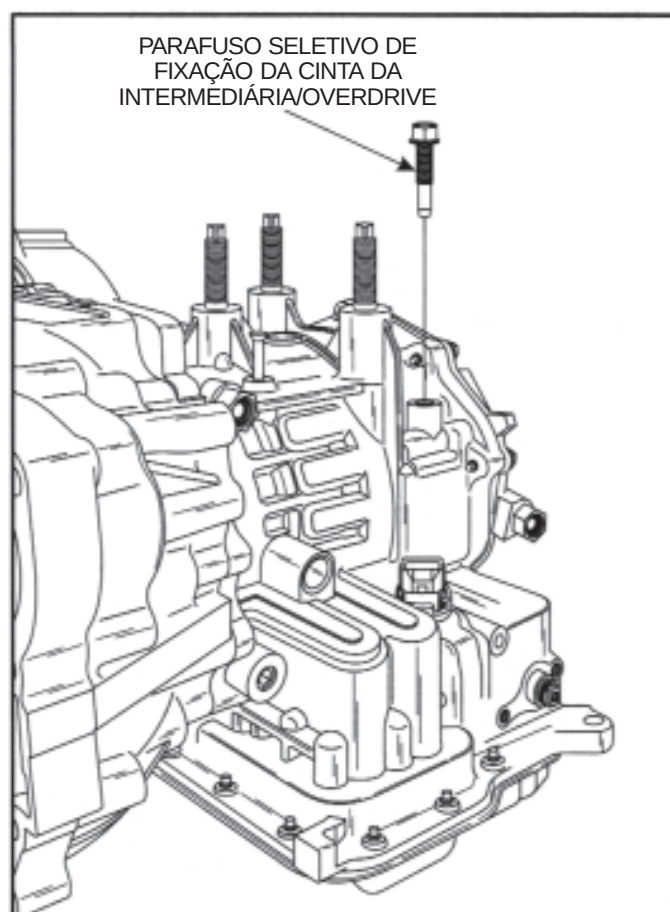

Figura 177
51. Instale temporariamente o parafuso de fixação da cinta 2-4, conforme ilustrado na Figura 177.